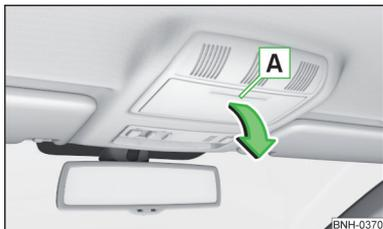

Fig. 70
- Presionar la tapa del compartimento para las gafas en la zona **A** » fig. 70.
- Girar la tapa del compartimento para gafas en el sentido contrario al de la flecha » fig. 70 hasta que se oiga que encastra.